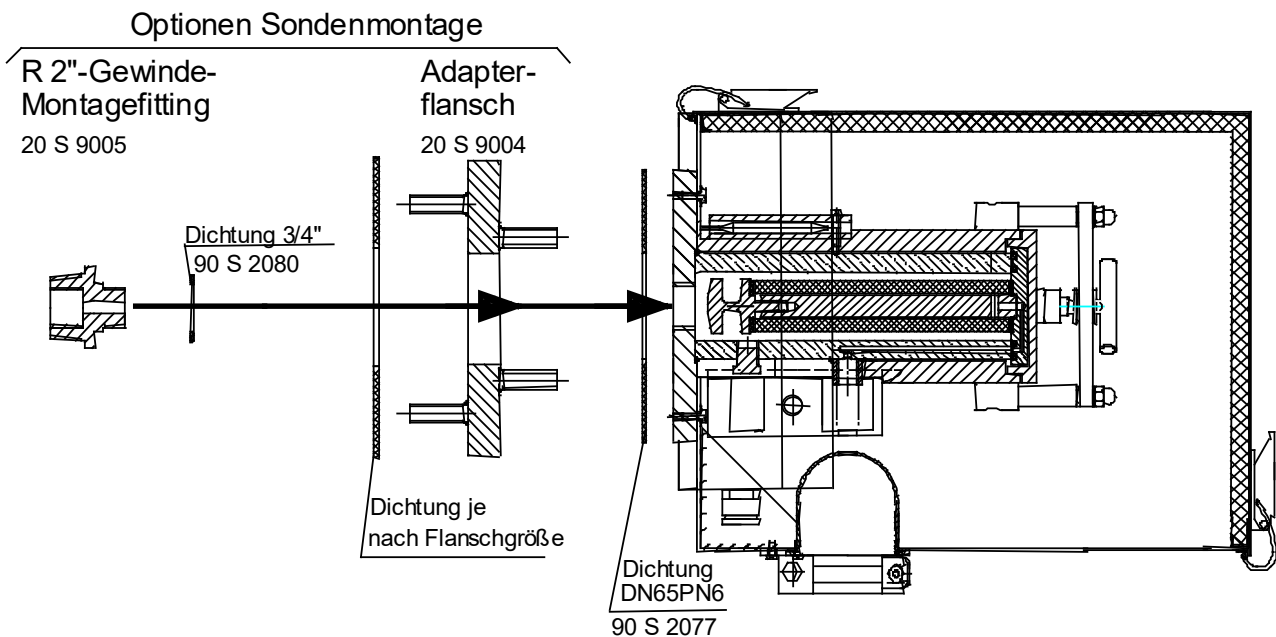

Abbildung 2 Montagemöglichkeiten
- Flanschdichtung ① zwischen Entnahmeflansch und Sondenflansch legen.
- Wird das beheizte Entnahmerohr Typ **SP30/35** oder das Keramik-Vorfilter Typ **V12..** verwendet, ist zunächst die Sonde mit dessen Flansch ② (mit eingeschweißten Gewindebolzen) zu verschrauben. Auch hier zuvor die Flanschdichtung zwischen beide Flansche legen.
- Entspricht der Flansch am Entnahmestutzen nicht dem Standard-Flanschanschluss DN65 PN6, so ist der optional mitgelieferte Adapterflansch (Abbildung 2) in gleicher Weise an der Sonde zu montieren.
- Das Entnahmerohr oder das Vorfilter ③ mit Gewinde G $\frac{3}{4}$ "a direkt oder mit einem Verlängerungsrohr ④ und der 3/4"-Flachdichtung in das G $\frac{3}{4}$ "-Innengewinde im Flansch der Sonde einschrauben und festziehen.